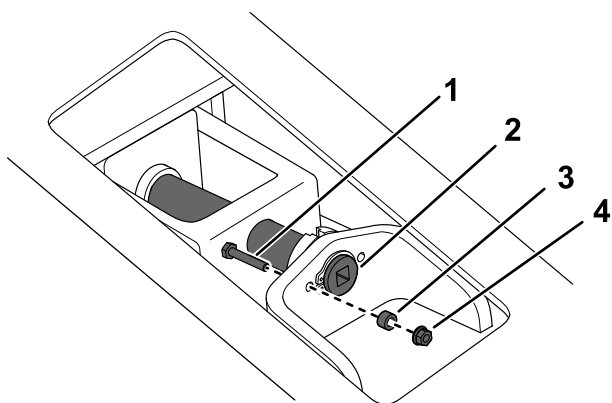
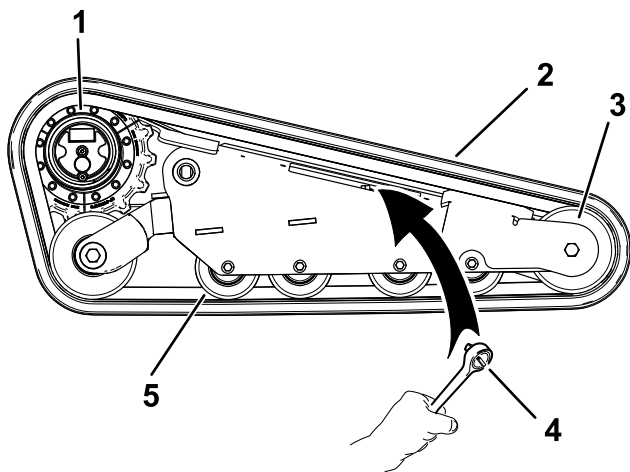

Рисунок 69
Рисунок 71
6. Удалите стопорный болт, проставку и гайку (Рисунок 69).
8. Совместите выемку на головке натяжного винта с ближайшим отверстием под стопорный болт и закрепите винт при помощи стопорного болта, проставки и гайки (Рисунок 69).
7. Используя ключ с храповым механизмом на $\frac{1}{2}$ дюйма, ослабьте натяжение привода, вращая натяжной винт по часовой стрелке (Рисунок 69 и Рисунок 71).
- Проложите новую гусеницу вокруг переднего направляющего колеса (Рисунок 71).
- Протолкните гусеницу под опорные катки и одновременно между ними и проложите ее вокруг рамы (Рисунок 71).